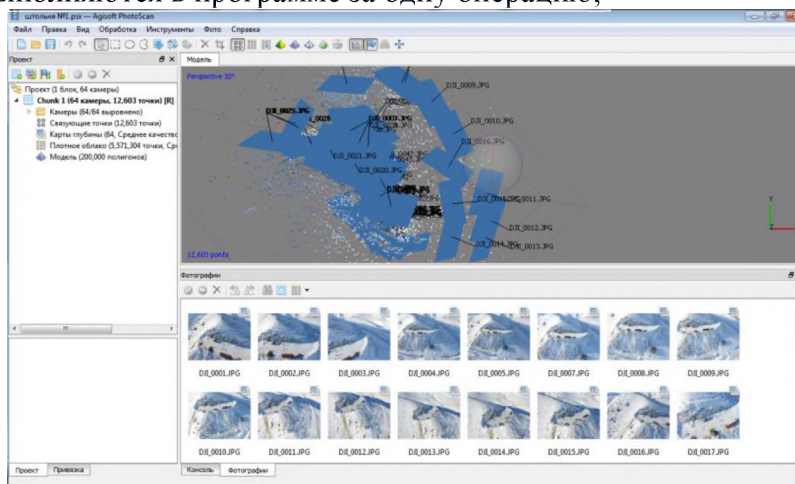

Рисунок 3. Автоматического определение общих точек на перекрывающихся снимках
- I. этап - построение модели. Автоматического определение общих точек на перекрывающихся снимках (Рис.3), восстановление проектирующих лучей, определение координат центров фотографирования и элементов взаимного ориентирования снимков, расчет параметров, описывающих оптическую систему. Все расчеты выполняются в программе за одну операцию;